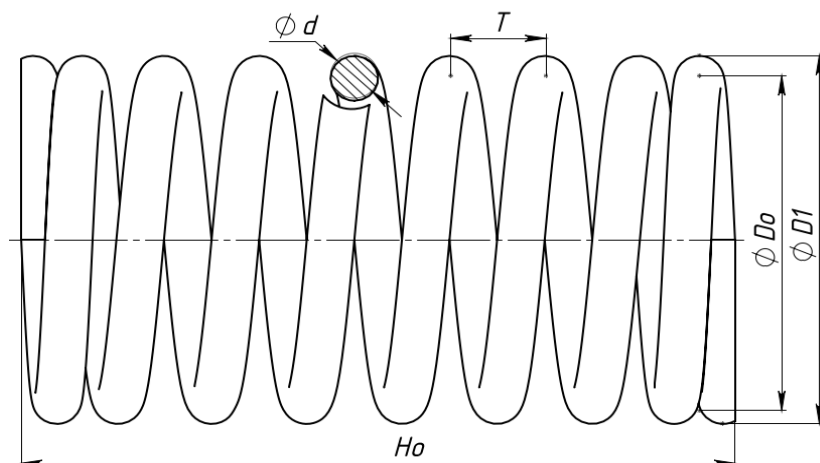

Рисунок 5.3 – Чертеж пружины
- 1 Создать трехмерную модель пружины по чертежу (рисунок 5.3). Размеры пружины выдаются каждому студенту отдельно в соответствии с данными таблицы 5.1.